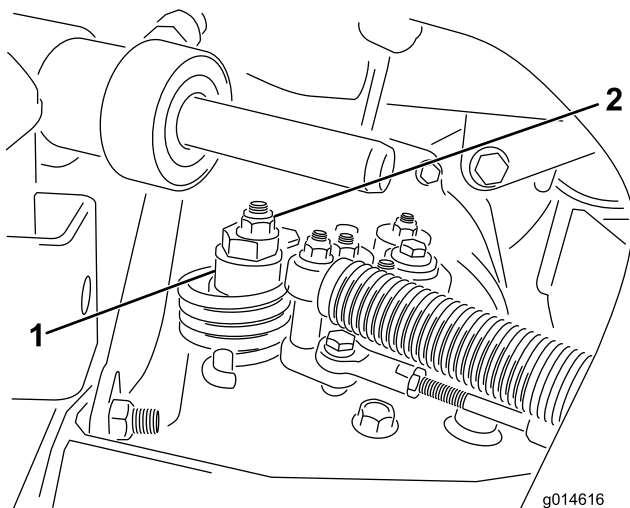

Figure 47
- A. Desserrez l'écrou de fixation de l'excentrique en haut de l'hydrostat (Figure 47).
- C. Tournez l'excentrique jusqu'à ce que la roue ne tourne plus dans aucune direction. Lorsque la roue arrête de tourner, serrez l'écrou pour bloquer l'excentrique et le réglage (Figure 47). Vérifiez le réglage avec la commande d'accélérateur en position bas régime, puis haut régime.